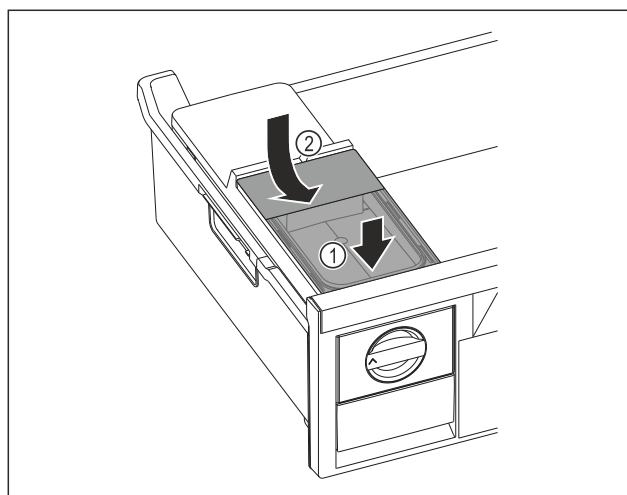

Fig. 167
- ▶ Поставете резервоара за вода отпред. Fig. 167 (1)
- ▶ Спуснете резервоара за вода отзад. Fig. 167 (2)